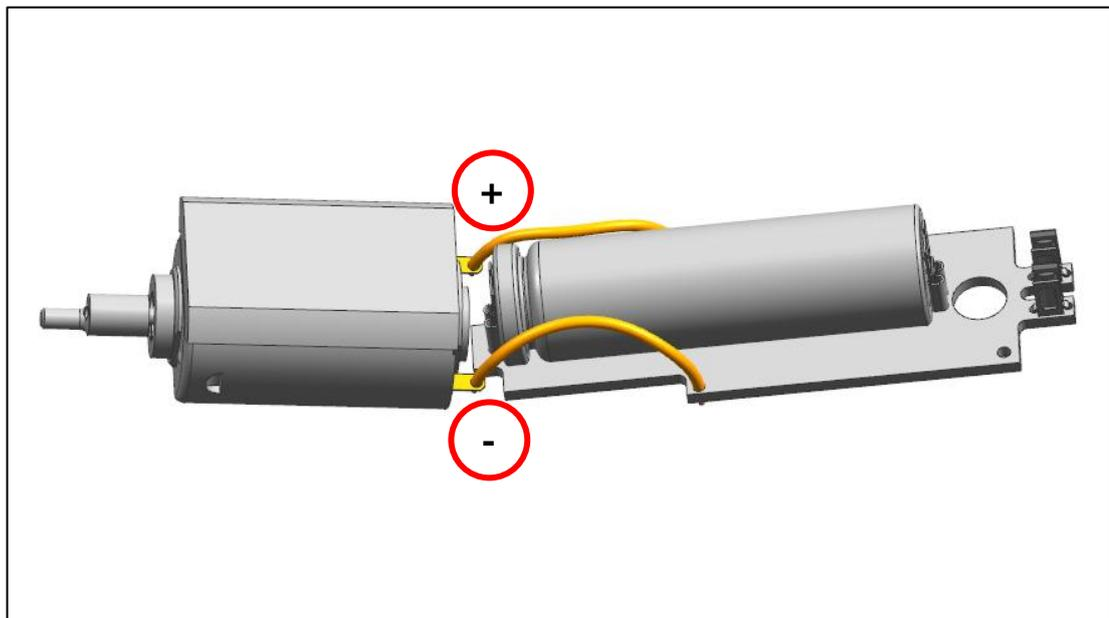
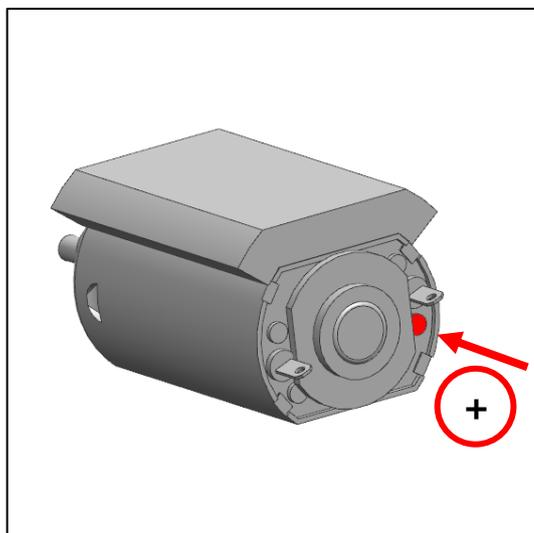

Abb. 37
Abb. 38
a) Löten Sie die Litzen der Platine an den Motor (Abb. 37).
Vorsicht: Beachten Sie die Polung entsprechend der Kennzeichnung auf dem hinteren Motorlagerschild (Abb. 37, Abb. 38)!